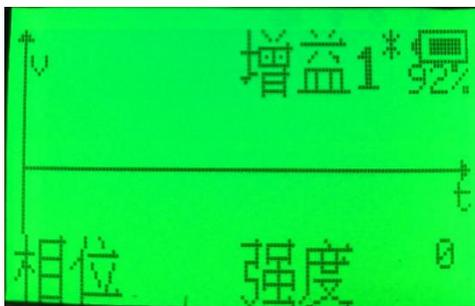

图 9 探测器电场模式
- 按键 FUN：短按一次，信号增益增加一级，连续按键 2 次，信号增益减少一级。连续按键 3 次，切换电场和磁场模式，电场模式下电池图标左侧出现“*”图标，如图 9。